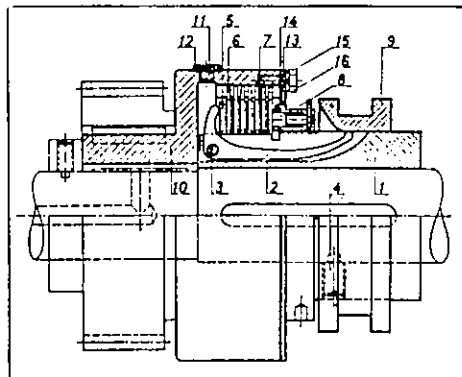
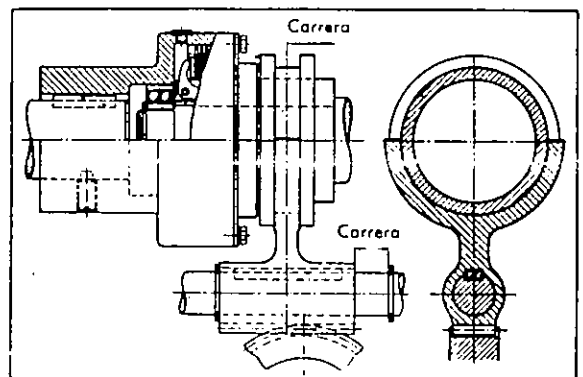

Fig. 5
Fig. 6
(Fig. 5). La caja exterior (10) lleva en su interior un dentado o ranuras para la sujeción de las láminas exteriores (6). Sobre el portaláminas (1) se desplazan las láminas interiores elásticas (7) también en un dentado o ranuras. Por avance del manguito corredizo (9), y mediante 3 palancas acodadas (2), se comprime el conjunto de láminas y se consigue el arrastre del embrague. El conjunto de láminas se puede ajustar mediante una tuerca especial (8).
Los cojinetes se deben disponer lo más cerca posible del embrague. De no ser posible esta medida, o cuando el número de revoluciones es muy elevado, los ejes (en los acoplamientos de ejes) deben apoyarse entre sí en el interior del embrague (véase la Fig. 6). Los ejes separados deben quedar perfectamente alineados (véanse las Fig. 7 a 9).
El portaláminas tiene que ir fijamente unido al eje, afianzándolo contra desplazamiento axial. Esto se logra, cuando se trata de ejes de varios diámetros, como se muestra en la Fig. 6, o de ejes continuos, mediante los tornillos de fijación (4), como puede verse en la Fig. 5. Estos tornillos se inmovilizan después del montaje por granetazo.